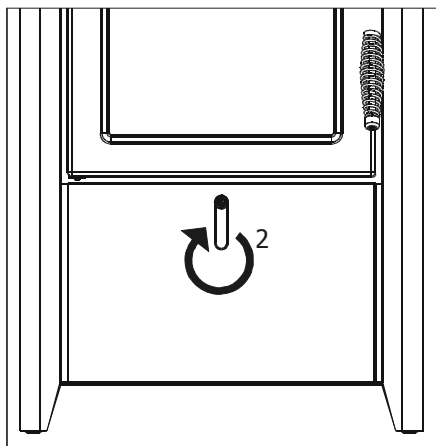

Fig.12 Ingresso aria secondaria
L'aria secondaria come detto è quella che permette il completamento della combustione e l'innalzamento dei rendimenti (leva in pos.2 – fig.12).
La posizione della leva nella fig.12 determina la potenza nominale riducendo al minimo l'aria primaria e l'ingresso dell'aria secondaria.